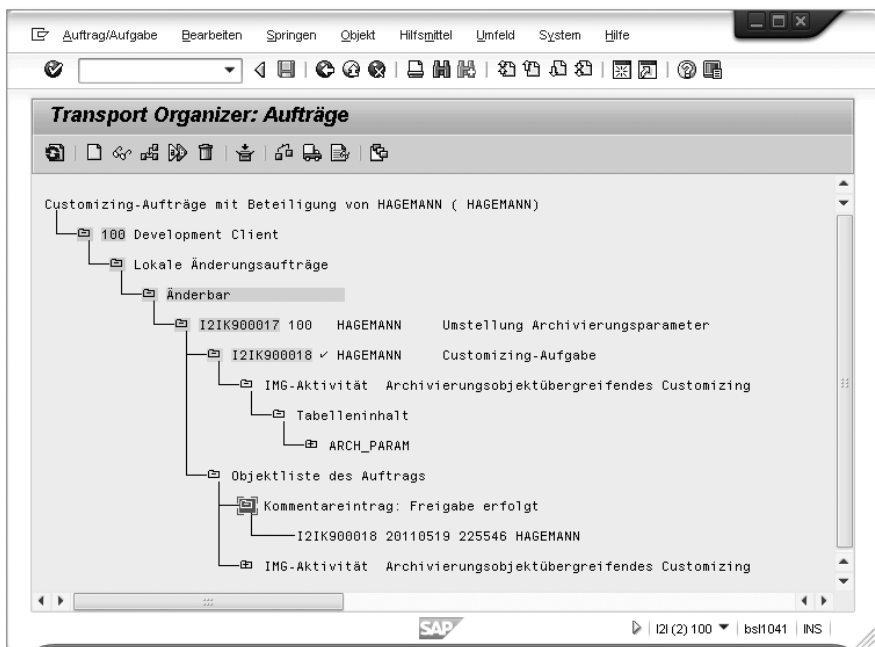

Abbildung 6.10 Freigegebene Aufgabe I2IK900018
4. Aktivieren und sichern Sie Ihre Dokumentation in der Endfassung, und verlassen Sie den Bildschirm. Damit werden alle in der Aufgabe enthaltenen Änderungen an den zugeordneten Customizing-Auftrag übergeben. Durch Öffnen des Baums können Sie sich über die enthaltenen Objekte genauer informieren (siehe Abbildung 6.10). In unserem Fall betrafen die Veränderungen das Objekt ARCH_PARAM.